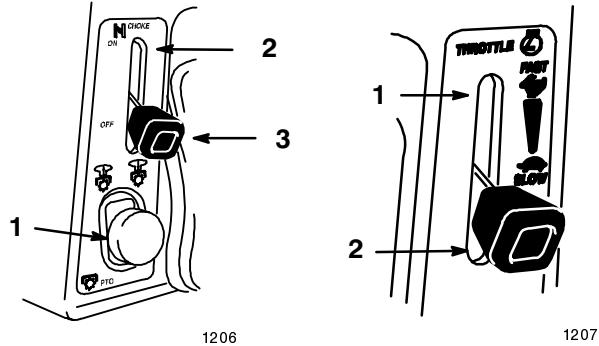

Figure 3
3. Poussez la commande de prise de force (PdF) en position débrayée (Fig. 3).
4. Placez la manette de starter en position de fonctionnement (“ON”) (Fig. 3).
1. Poussez la commande de prise de force (PdF) en position débrayée (Fig. 3).